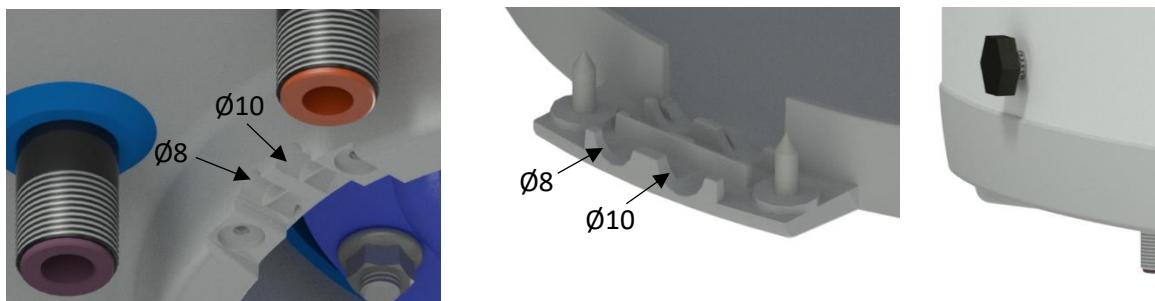
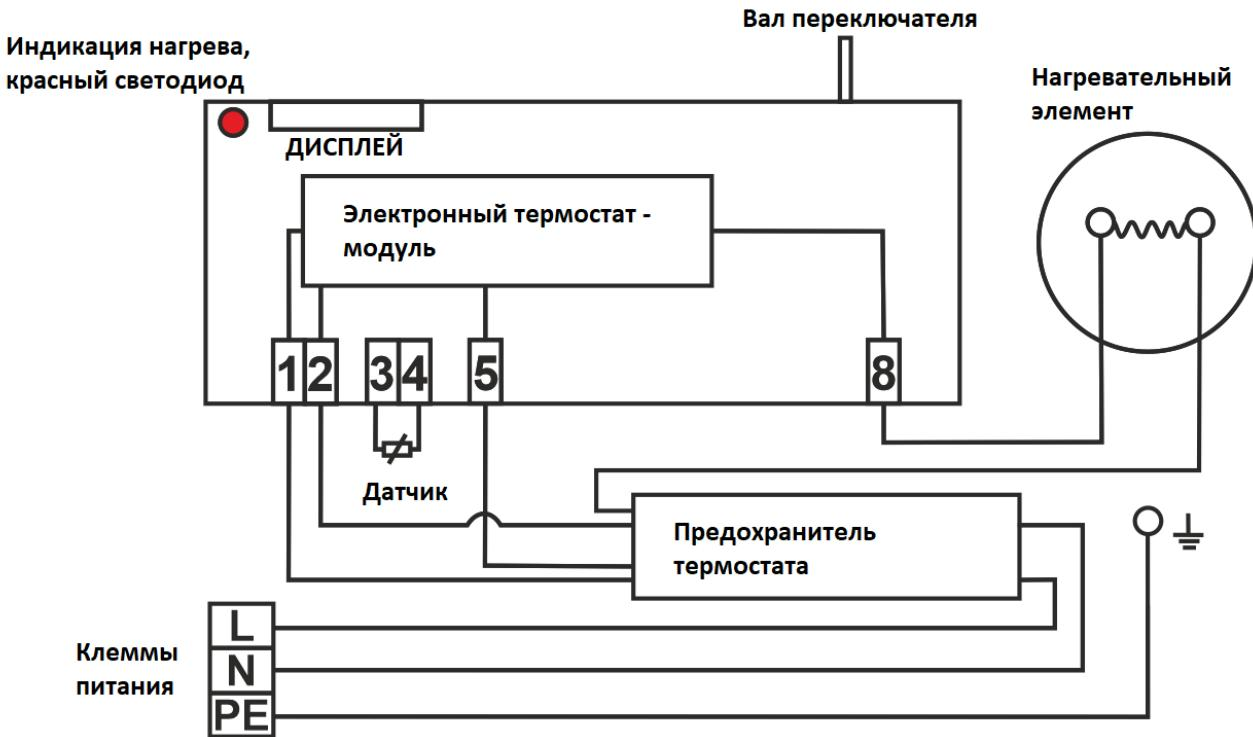

Рисунок 6
Рисунок 7
Подключение выполните согласно схеме. Подключение, выполненное на заводе, запрещено менять! (Рисунок 7). В крышке электропроводки снимите перегородку, соответствующую диаметру подводящего провода ф8 или ф10 (Рисунок 6). Степень защиты электрических компонентов водонагревателя - IP 44. Потребляемая мощность электрического нагревательного элемента - 2200 Вт.
- Схема эл. подключения прилагается к водонагревателю на крышке электропроводки (Рисунок 7).